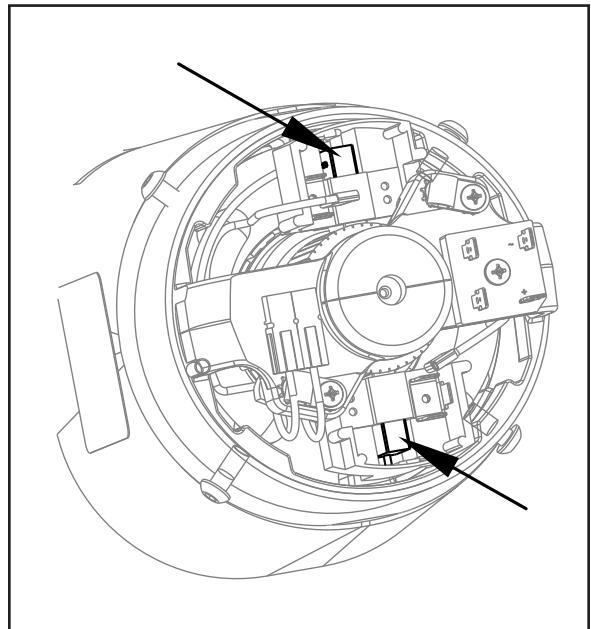
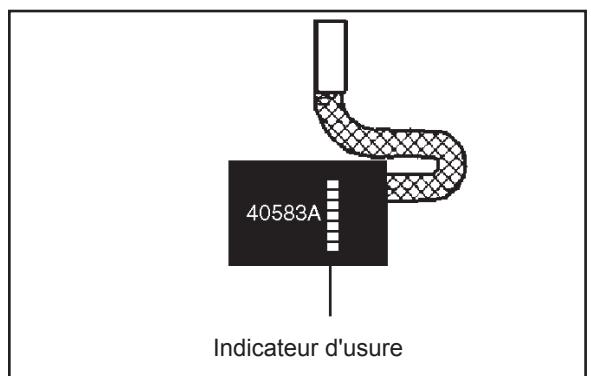

Figure 8.1
Figure 8.2
**BALAIS DE CHARBONS (FIGURES 8.1 ET 8.2)**
Remplacez les balais de charbon (voir figure 8.1) toutes les 350 à 400 heures selon l'utilisation. Remplacez les deux balais si l'un des deux est usé selon l'indicateur d'usure (voir figure 8.2). Il faut tourner et contre-dépouiller le collecteur tous les 3e remplacement